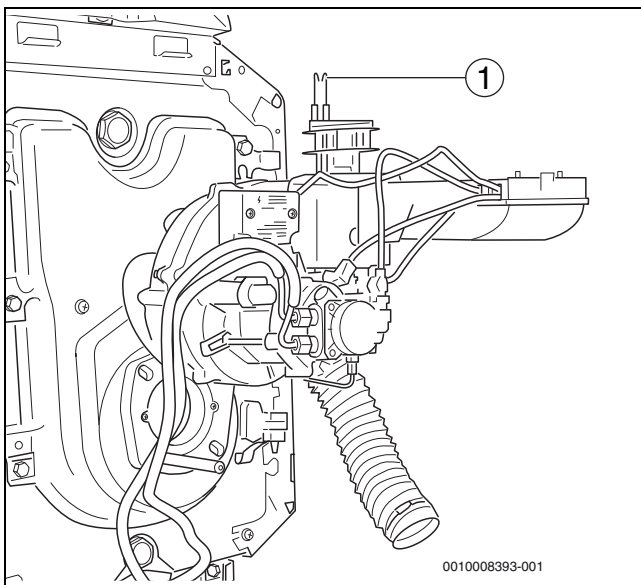

Bild 34 Brenner in Serviceposition aufstecken
- Brenner in Serviceposition (→Bild 34) aufstecken.